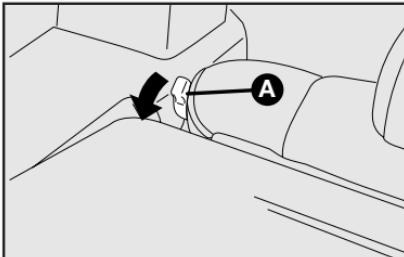

fig. 101
4) Desenganche el respaldo, utilizando las palancas laterales A-fig. 101 en el sentido de la flecha.
Para eso, desbloquee la palanca derecha o izquierda **A-fig. 101** y incline hacia adelante el cojín deseado hasta obtener una superficie de carga única.